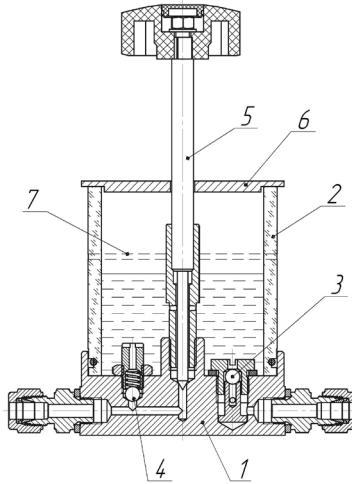
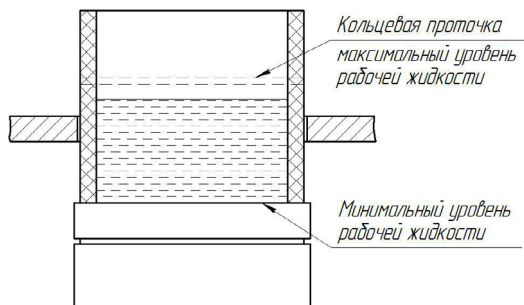

Рисунок 2. Стакан
Рисунок 7. Определение уровня рабочей жидкости
Стакан для рабочей жидкости состоит из основания стакана 1 (Рис. 2), прозрачного корпуса 2, впускного клапана 3, предохранительного клапана 4, иглы вентиль сброса давления 5, крышки стакана 6. На прозрачном корпусе 2 стакана выполнена кольцевая проточка 7, которая указывает верхнюю границу уровня рабочей жидкости.
6.6 Залейте рабочую жидкость в стакан до уровня, не превышающего максимального (Рис. 7). Вентиль сброса давления 5 (Рис.2) в стакан для рабочей жидкости пока не устанавливайте.
6.8 Установите вентиль сброса давления 5 (Рис. 2) в стакан для рабочей жидкости и закройте его с небольшим усилием.